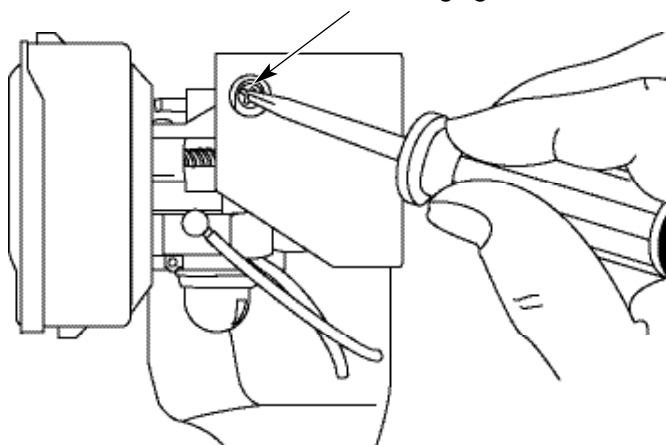

Fig. 22
La vitesse de ralenti du moteur est réglable à l'aide d'une vis de réglage accessible par un trou situé sur le dessus du couvercle du moteur (Fig. 22).
2. Relâchez le levier d'accélérateur et laissez le moteur au ralenti. Si le moteur s'arrête, insérez un petit tournevis à embout cruciforme ou à tête plate dans le trou du couvercle du moteur (Fig. 22). Vissez la vis de réglage du ralenti de 1/8 de tour à la fois (selon le besoin) jusqu'à ce que le moteur tourne au ralenti.